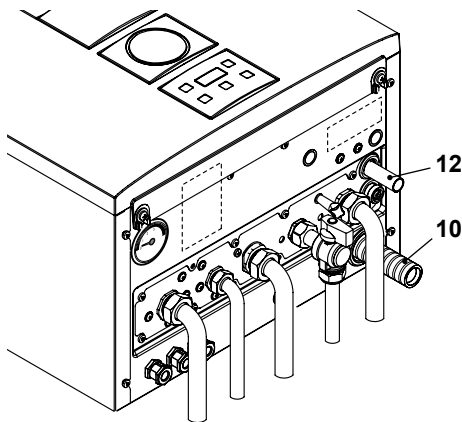

Figura 5.4
- Conecte la descarga de la válvula de seguridad 12 (Figura 5.4) a un embudo de descarga.
- Introduzca el tubo flexible de descarga de condensado 10 (Figura 5.4) en el conducto de desagüe de condensado doméstico o en el embudo de descarga de la válvula de seguridad, siempre que el desagüe sea apto para recibir condensado ácido.